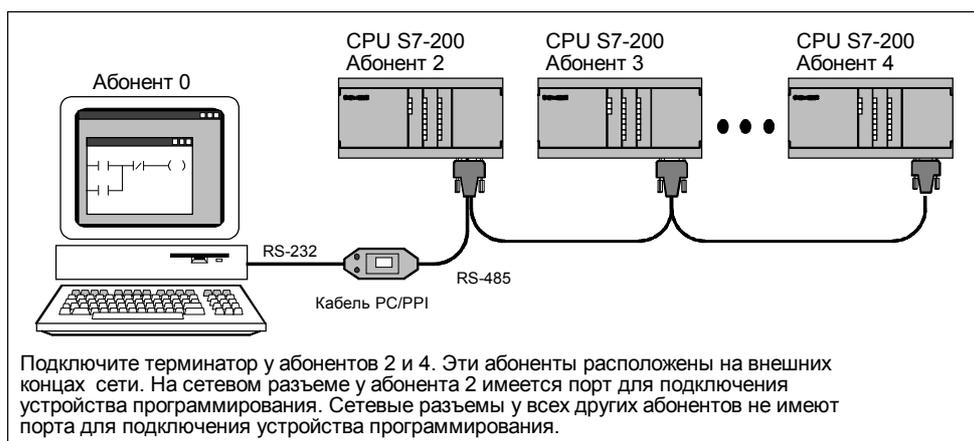

Рис. 8-4. Об­мен со­об­ще­ни­ями с CPU через ка­бель PC/PPI
STEP 7-Micro/WIN спроектирован так, что может обмениваться сообщениями в каждый данный момент только с одним контроллером S7-200. Однако Вы можете обращаться к любому CPU в сети (см. рис. 8-4).